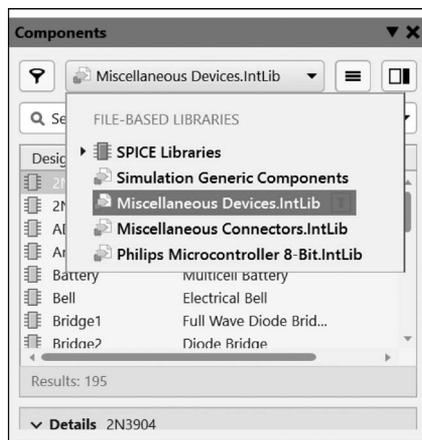

图 3.2 Components 面板
Components 面板如图 3.2 所示。在 Components 面板的上部有一个下拉列表框,单击下拉按钮,显示已经加载到原理图编辑器的库。
(1) 打开 Components 面板,在第一个下拉列表框中,选择 Miscellaneous Devices. IntLib 为当前库,如图 3.2 所示。